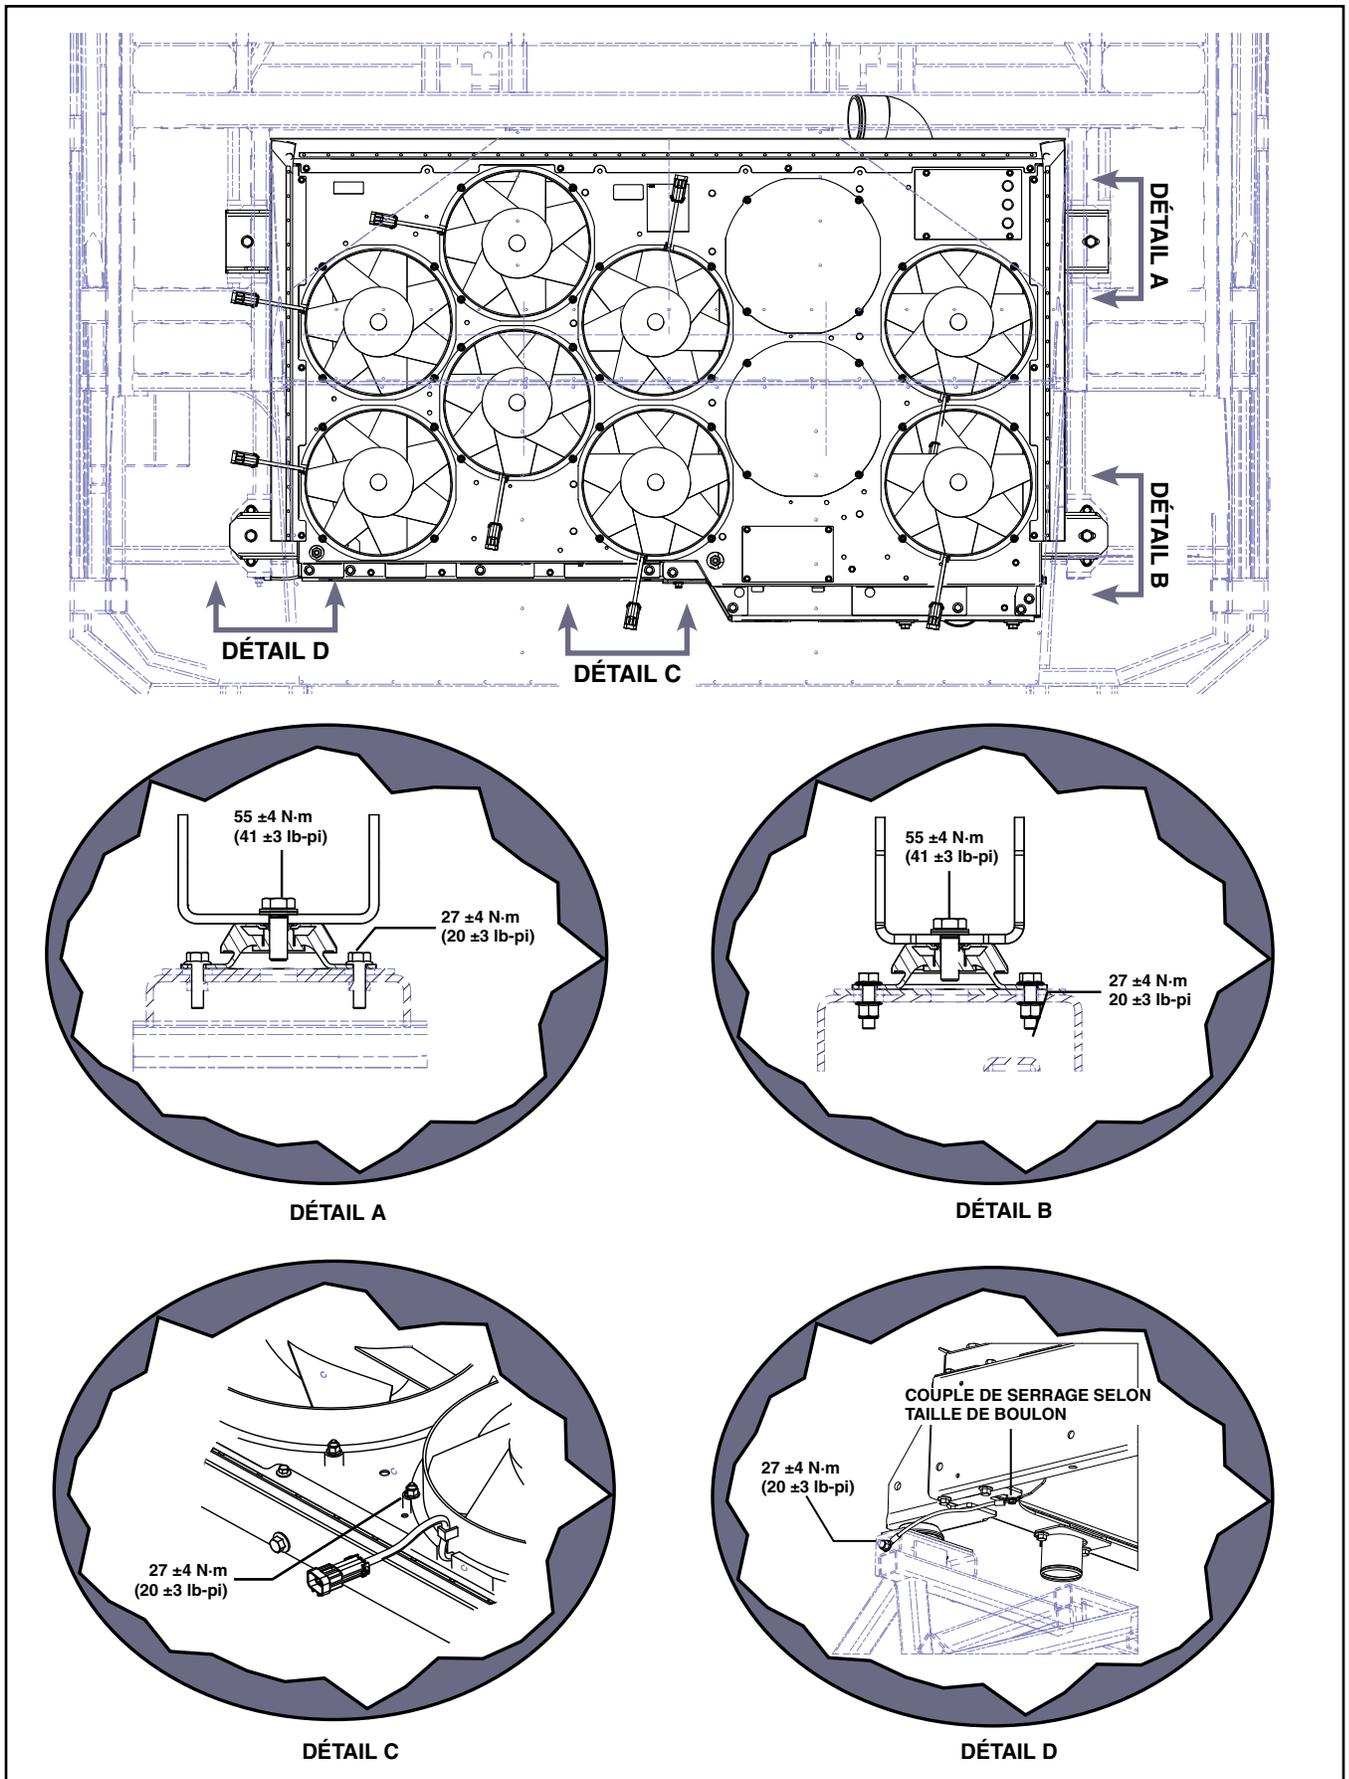

Figure 6 - Installation de l'ensemble de refroidissement et couples de serrage
1. Répéter les étapes 3 à 6 de la rubrique **DÉPOSE** dans l'ordre inverse pour poser le radiateur. Voir Figure 6 pour les couples de serrage applicables.